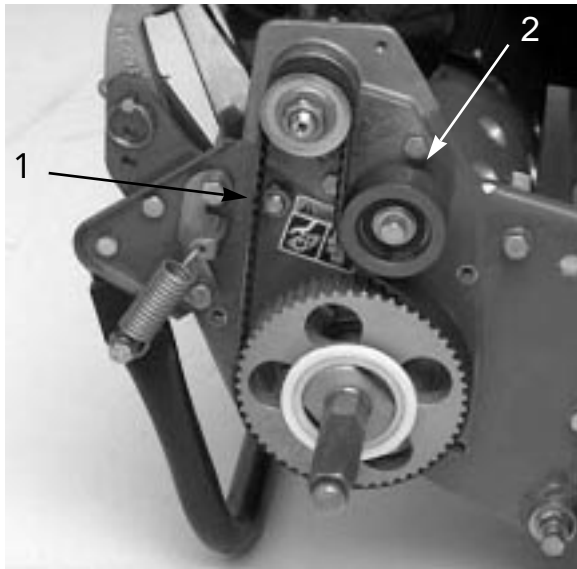

図 38
2. アイドラ・プリー固定ナットをゆるめ、プリーを右回りに押し、ベルトの背を押し、適当な張りを出す（図38）。